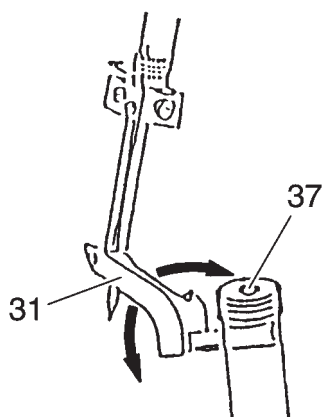

Рис. 28
Зазор между петлителем и левой и правой иглами должен составлять соответственно 0,1-0,15 мм и 0,2-0,05 мм (рис. 28).
- Поворачивайте маховое колесо в обратном направлении до тех пор, пока правый оверлочный петлитель 31 не установится в положение, показанное на рис. 28.